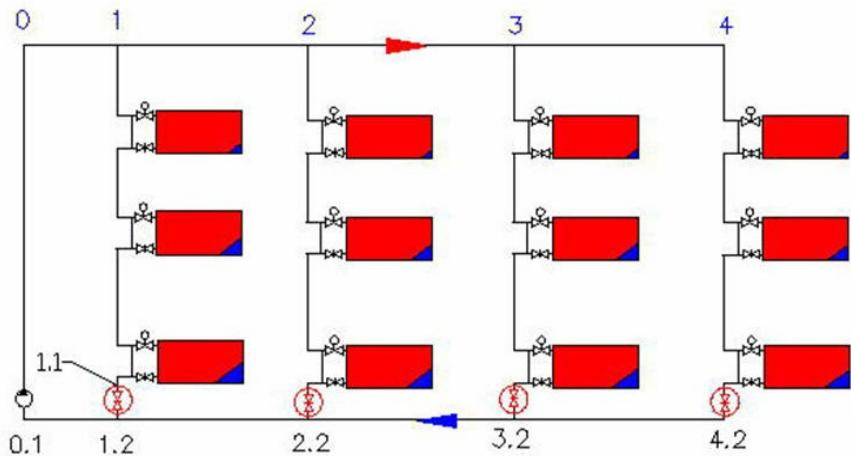

Рис.2 Использование стабилизатора для балансировки стояков системы водяного отопления
1.3. Основная сфера применения стабилизатора - установка на стояках однотрубных систем водяного отопления для предотвращения превышения расчетного расхода при изменении гидравлических характеристик остальных участков системы. Примеры использования стабилизатора приведены на *рис. 2...6*.